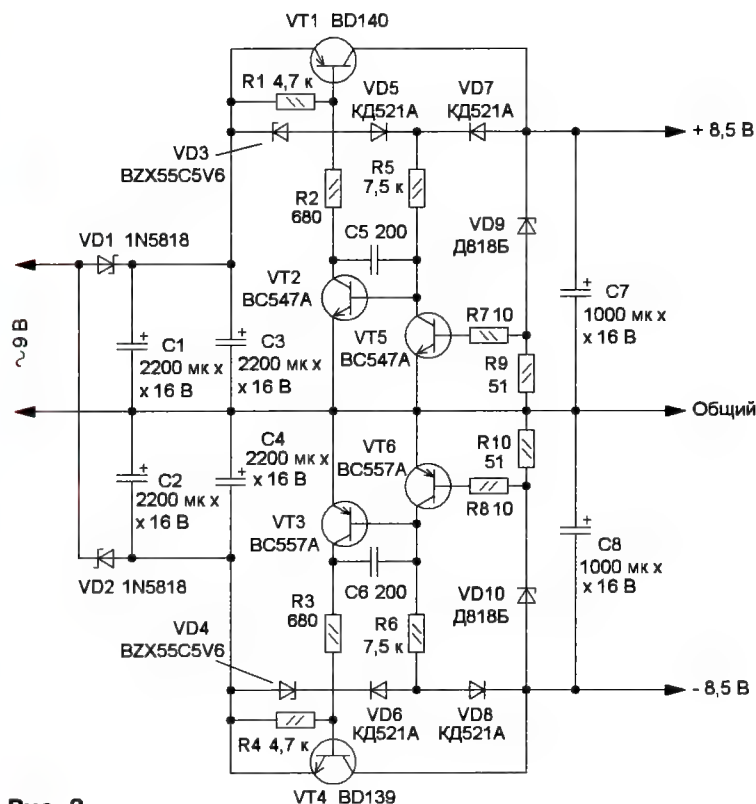

Рис. 3
**Блок питания** состоит из сетевого адаптера переменного тока и двух электронных стабилизаторов напряжения, собранных на отдельной печатной плате. Схема стабилизаторов показана на рис. 3. Переменное напряжение 9 В с сетевого адаптера поступает на два однополупериодных выпрямителя на диодах VD1 и VD2. Пульсации выпрямленного напряжения плюсовой и минусовой полярностей сглаживают конден-